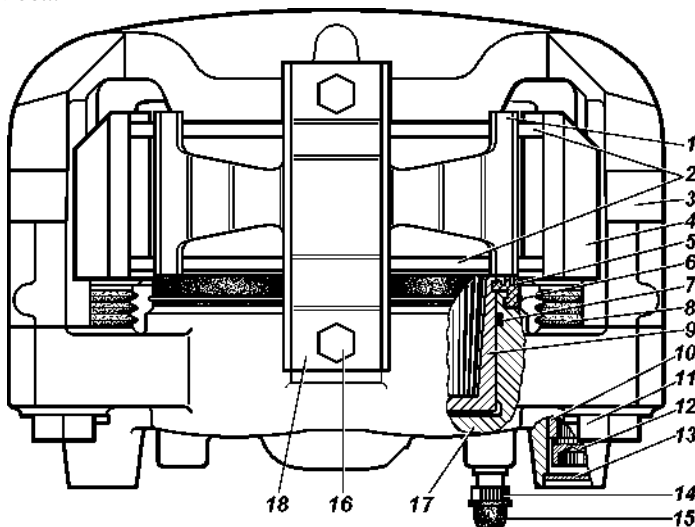

Рис. 9.31. Передние дисковые тормоза:
**Дисковые тормозные механизмы передних колес.** Для осмотра тормозных колодок 2 (рис. 9.31) установите автомобиль на горизонтальной площадке, затормозите стояночным тормозом и снимите колесо. Осмотр колодок проводите через окно в суппорте 4. Если фрикционные накладки износились до толщины 1,5-2,0 мм, то замените колодки новыми. Замену производите на обоих передних колесах.